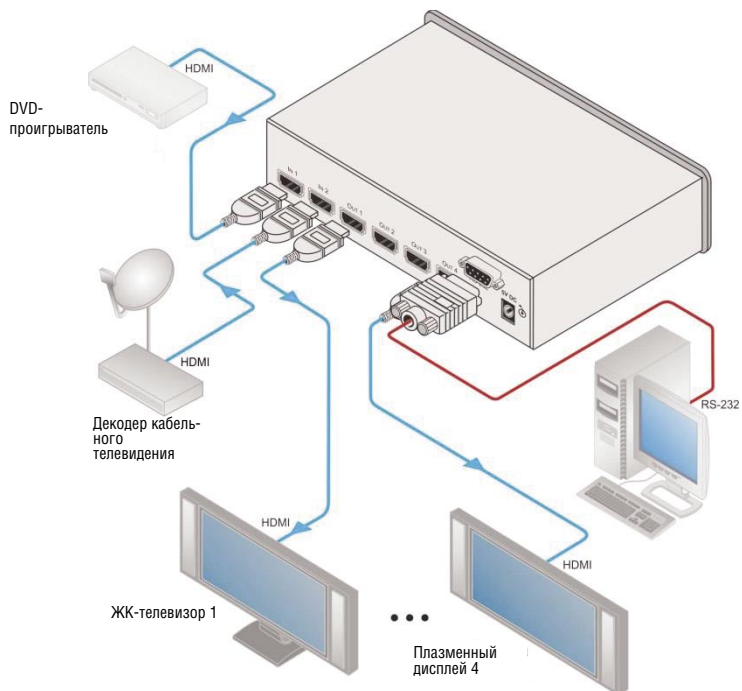

Рис. 2. Подключение усилителя-распределителя 1:4 сигнала HDMI VM-24HC
4. Подсоедините сетевой адаптер на 5 В постоянного тока к устройству и к электросети (на рис. 2 не показано).